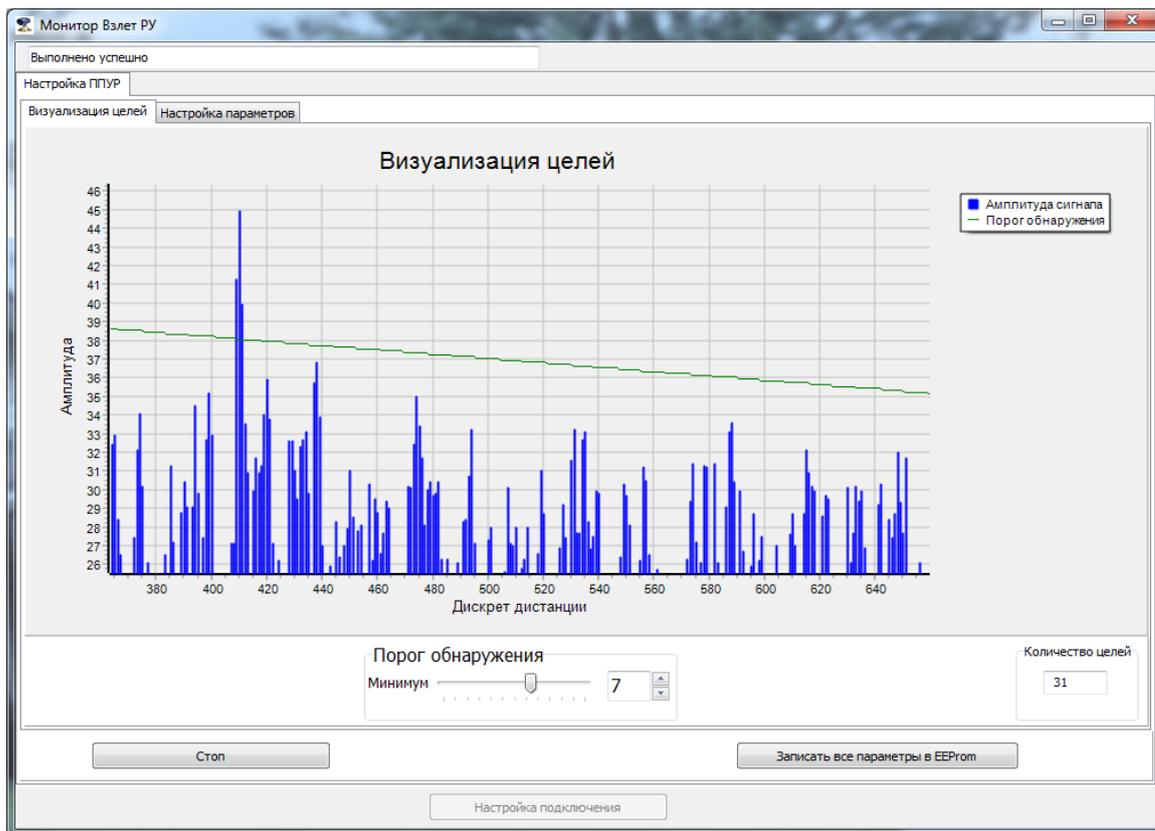

Рисунок 26 – Приближение сигнала «шумовой дорожки»
7.7.4 Вращением колесиком «мышки» можно приблизить картинку шумовой дорожки (см. рисунок 26) для более точной оценки измеряемой дистанции до объекта.